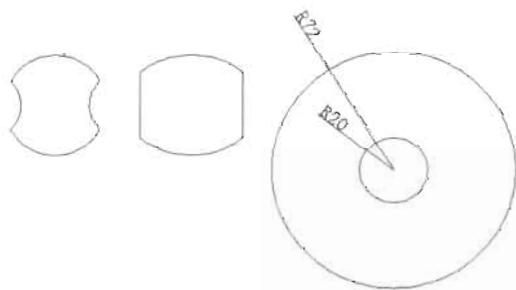

图 3-148
(16) 单击“绘图”工具栏中的“圆”按钮，以点 (750, 10) 为圆心绘制 2 个半径为 72mm 和 10mm 的同心圆，如图 3-148 所示。